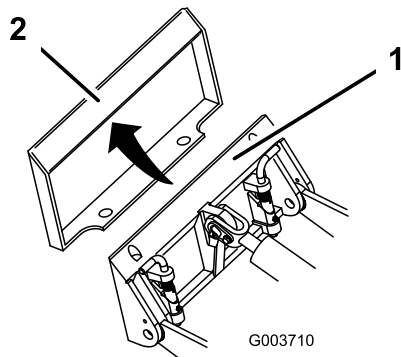

Figure 19
- Placez la plaque de montage dans le bord supérieur de la plaque réceptrice de l'accessoire (Figure 19).